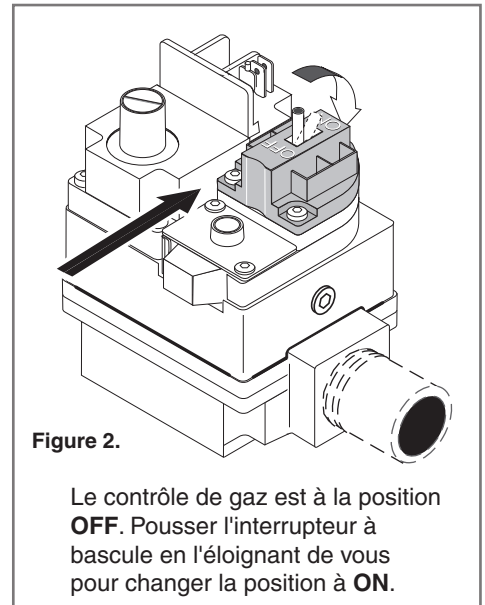

Figure 2.
- Soupape de style bascule : Tirer l'interrupteur à bascule vers vous pour couper le gaz, voir Figure 2.
- Attendre cinq (5) minutes pour vider le gaz. En présence d'une odeur de gaz, ARRÊTER! Suivre la directive B dans les instructions de la section BEFORE START-UP (AVANT LE DÉMARRAGE) à la page 13. S'il n'y a pas d'odeur de gaz, passer à l'étape suivante.
- Soupape de style bascule : Tirer l'interrupteur à bascule vers vous pour couper le gaz, voir Figure 2.**